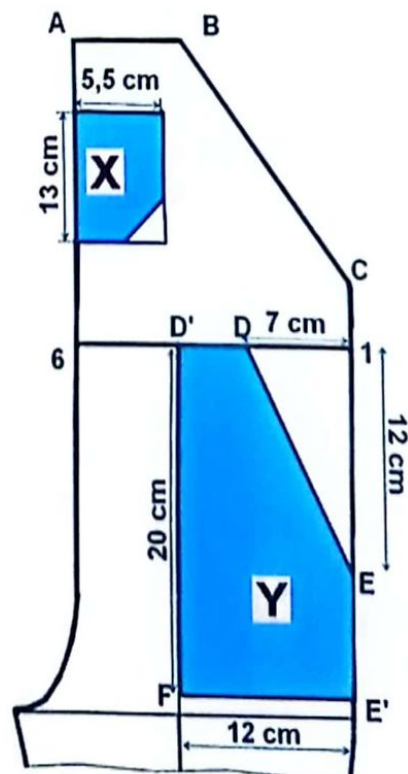

FIG. 3
- **D-D'-F-E'-E-D** = contour de la poche appliquée (Y dans fig.3).